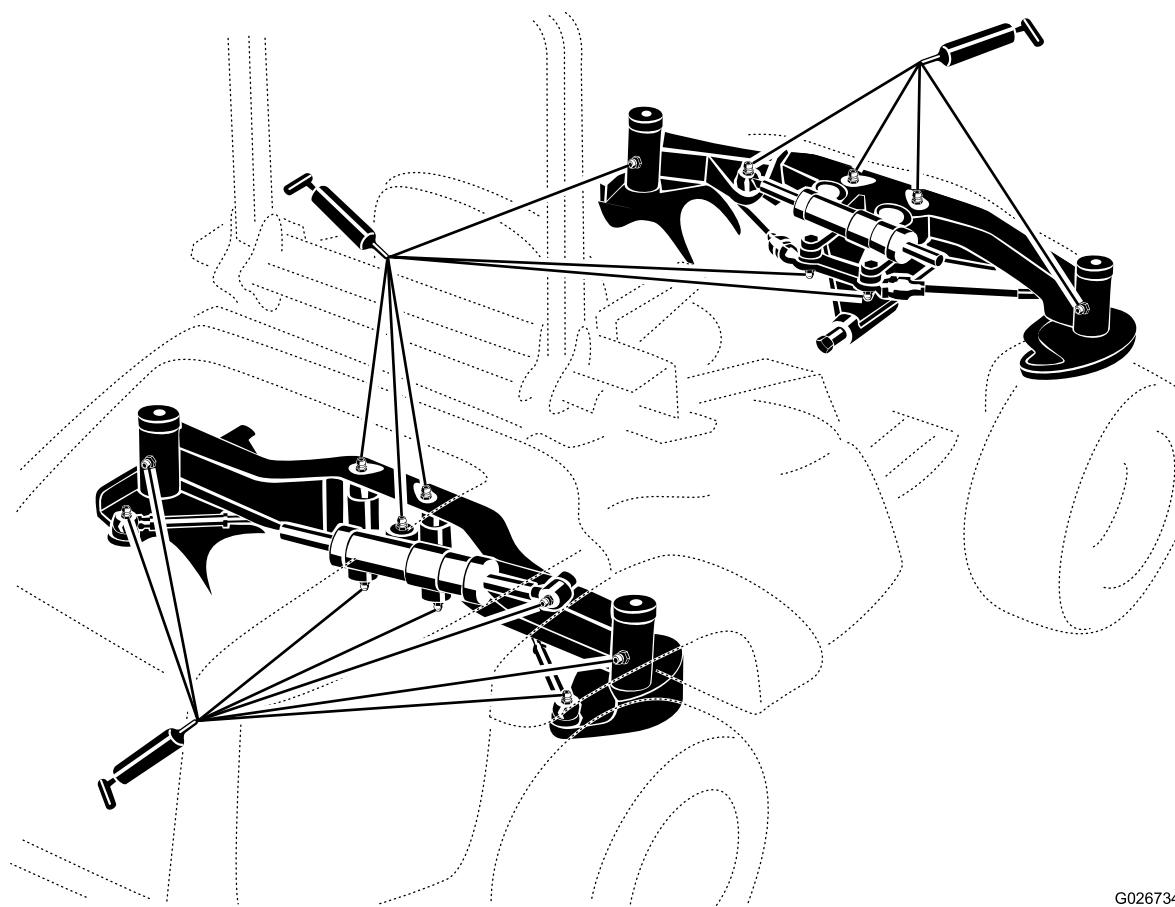

图29
1. 擦干净黄油嘴这样就不会有杂质进入轴承或轴套中 **图29**。